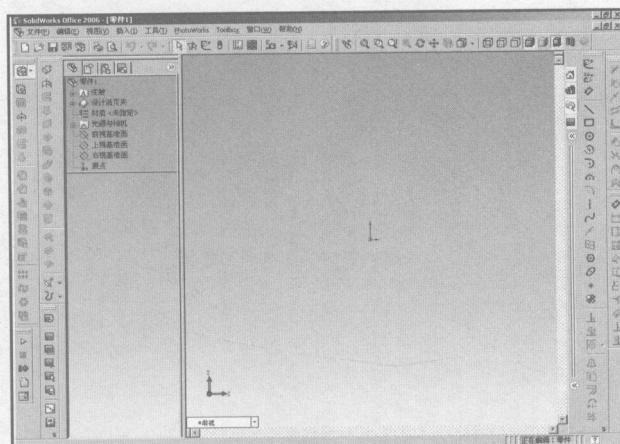
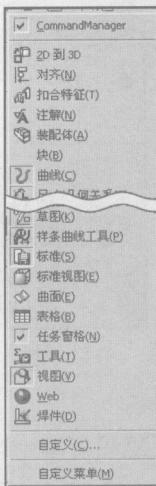

图 1-2
图 1-3
STEP2 进入画面后，安排需要使用的工具栏，如图 1-2 所示。在绘图区的右边，放置“线架构”工具栏，左边放置“实体架构”或“曲面架构”工具栏，上面为“图形操作”的工具栏。
STEP3 如果画面上没有需要的工具栏，可以在如图 1-2 所示右上方工具栏的空白处，单击鼠标右键，出现如图 1-3 所示的工具栏名称。